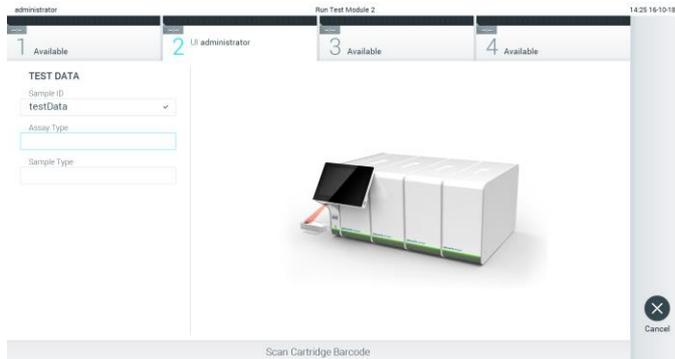

Figura 24. Escaneo del código de barras del cartucho de ensayo QIAstat-Dx.
3. Cuando se le indique, escanee el código de barras del cartucho de ensayo QIAstat-Dx que se debe utilizar. El QIAstat-Dx Analyzer 1.0 reconoce automáticamente el ensayo que se debe realizar en función del código de barras del cartucho de ensayo QIAstat-Dx (figura 24, siguiente página).